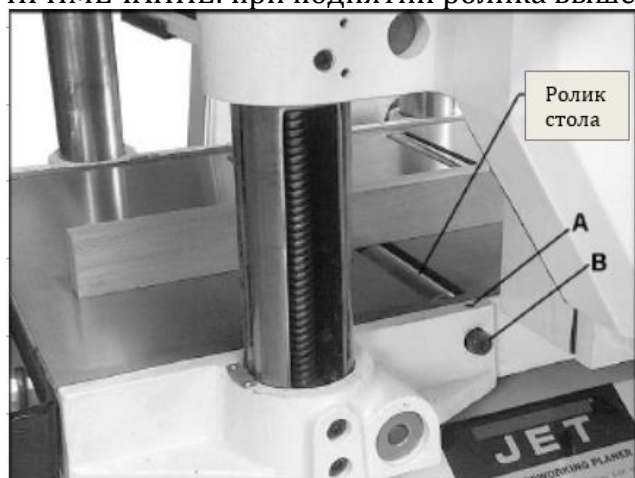

Рис. 14
Рейсмусовый станок снабжён двумя роликами (рис. 14), которые обеспечивают подачу заготовки, при этом уменьшая трение. Так как каждый сорт древесины ведёт себя по-разному, точные размеры надлежащей настройки по высоте отсутствуют. В общем случае, при строгании шероховатой заготовки следует устанавливать ролики в высоком положении. При строгании отшлифованной заготовки ролики стола следует устанавливать в нижнем положении.
3. На одной стороне стола ослабить установочные винты (А, рис. 14) шестигранным ключом на 3 мм и поворачивать эксцентриковые валы (В, рис. 14) для поднятия или опускания роликов.